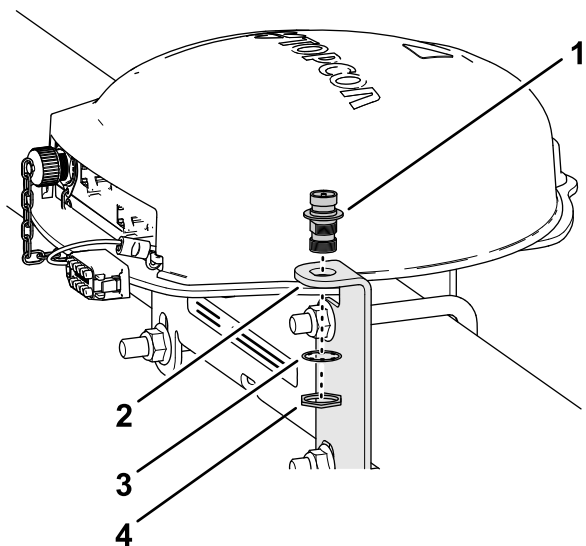

図 147
1. 同軸カップラのねじ部分を下に向けてRTKアンテナ用ブラケットの開口部に通す 図 147。
- 2. ロックワッシャとジャムナットで同軸カップラをアンテナブラケットに組み付け、ジャムナットを手締めする 図 147。